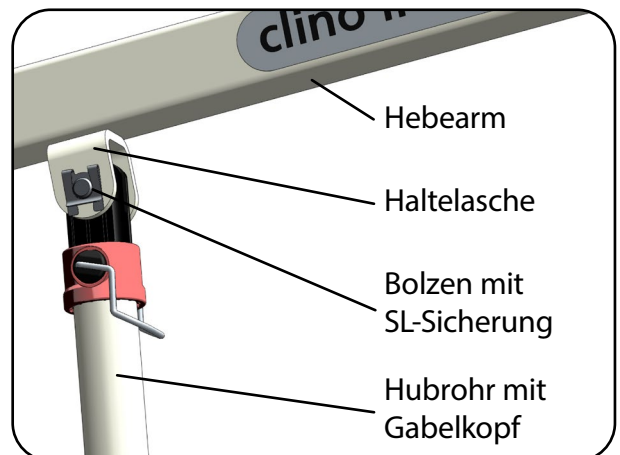

Abb. 6.2.05 – Montage des Hubantriebes
7. Entfernen Sie den Bolzen mit SL-Sicherung aus der Haltelasche am Hebearm (Abb. 6.2.05).
8. Heben Sie den Hebearm an und bringen Sie die Bohrung des Hubrohres (Gabelkopf) mit der Bohrung der Haltelasche deckungsgleich übereinander. Befestigen Sie den Hubantrieb an der Haltelasche des Hebearms durch Einstecken des Bolzens (Abb. 6.2.05).
9. Sichern Sie den Bolzen mit der SL-Sicherung (Abb. 6.2.05). Schieben Sie hierzu die SL-Sicherung in die Nut am Ende des Bolzens. Dabei gleitet das gebogene Ende der Lasche über die Fase des Bolzens.